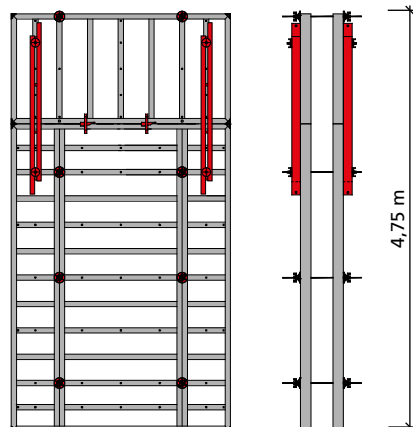

Abb. 47.4
■ Bei horizontalem Aufstocken mit einer maximalen Elementbreite von 1,25 m bis zu einer Maximalhöhe von 4,75 m kann auf die untere Ankerlage des aufgestockten Elementes verzichtet werden, wenn 2 Richtschienen RS 180 verwendet werden (Abb. 47.4).